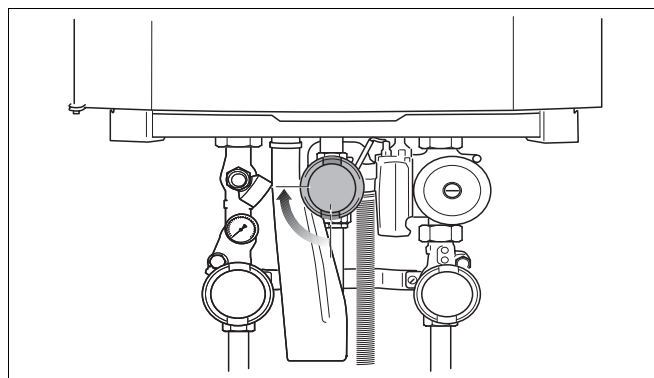

Рис. 99 Закрывание крана подачи газа
- Закрывать главный запорный кран или кран подачи газа (рис. 99).
- Закрыть главный запорный кран или кран подачи газа (рис. 99).